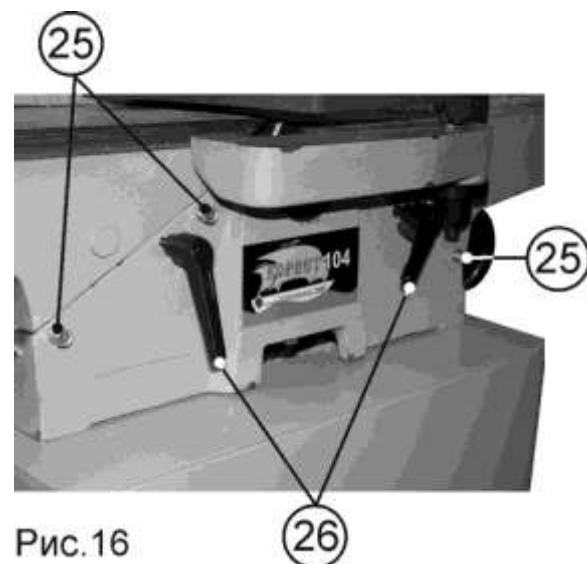

Рис.16
10.5. Регулировка перемещения столов (Рис. 16)